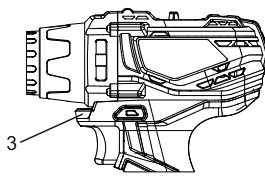

Fig. 8
La lampe de travail à DEL (3) s'allume automatiquement lorsque la gâchette est comprimée (figure 8). Elle s'éteint automatiquement lorsque la gâchette est relâchée.